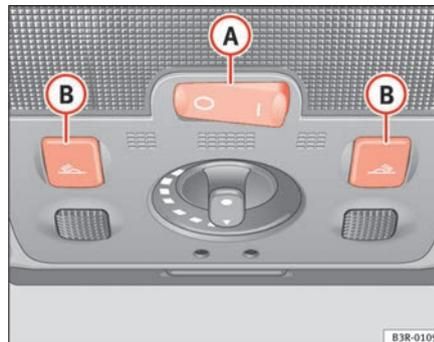

Fig. 92 Pormenor do revestimento do tecto: Iluminação dianteira do habitáculo
O interruptor basculante (A) ⇒ fig. 92 para a utilização das luzes dianteiras do habitáculo tem as seguintes funções: